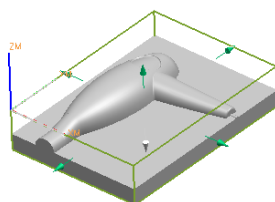

图 10.1.6 毛坯几何体
Step2. 在“毛坯几何体”对话框中选择  自动块 单选项，在“毛坯几何体”对话框  文本框中输入值 1.0，图形区中显示图 10.1.6 所示的毛坯几何体。